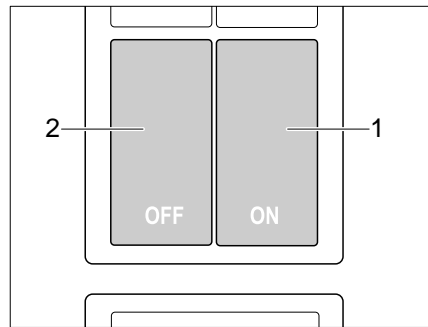

Bild 119 Schalter für Zentralverriegelung der Küchenbedienzeile
Die Küchenbedienzeile ist mit einer Zentralverriegelung ausgestattet. Die Klappen und Schubfächer des Küchenblocks lassen sich über den Schalter (Bild 119) manuell verriegeln und entriegeln.
- Verriegeln* ■ Schalter ON (Bild 119,1) drücken. Klappen und Schubfächer des Küchenblocks sind verriegelt.
- Entriegeln* ■ Schalter OFF (Bild 119,2) drücken. Klappen und Schubfächer des Küchenblocks sind entriegelt.